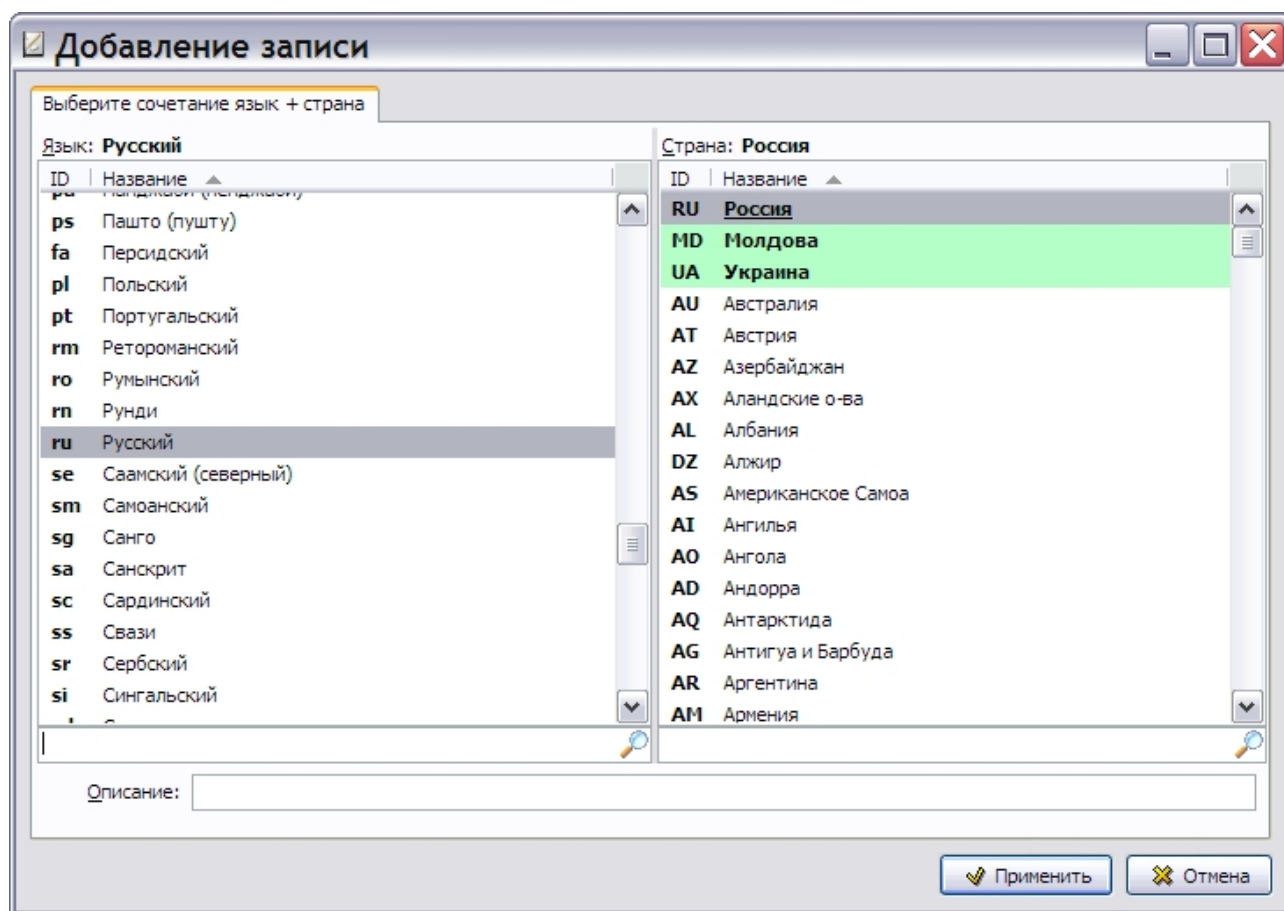

Рис. 1.24
2. В окне **Добавление записи** выберите язык шаблона и страну (Рис. 1.24).